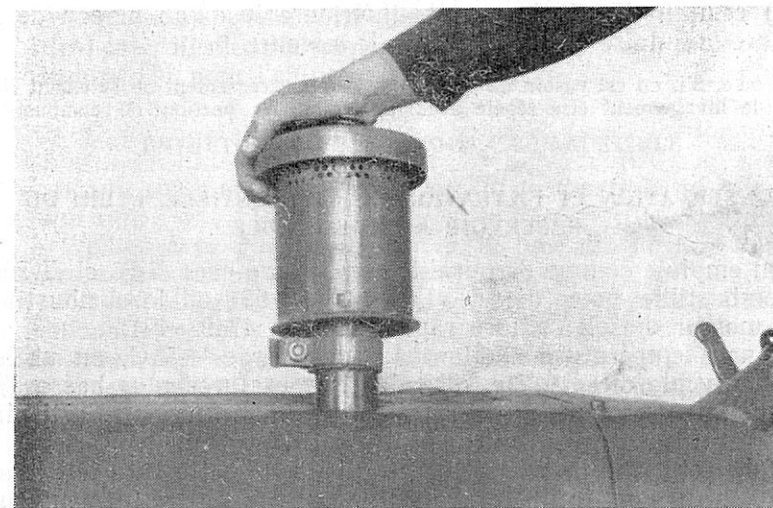

Fig. 34. Arrêt du moteur par la soupape d'arrêt d'urgence
3. Déposer, toutes les 240 heures de marche de moteur, le filtre à air sec, le secouer afin de nettoyer sa cavité intérieure et la laver au kérosène ou au combustible diesel. Il faut également vérifier périodiquement, au moins toutes les 240 heures de travail, l'épurateur d'air et l'étanchéité des joints du conduit d'admission. Pour cela, après s'être assuré, par examen visuel, que l'épurateur d'air, le collecteur d'admission et les joints n'ont pas de pièces endommagées, couper l'arrivée de l'air par la soupape d'arrêt d'urgence (fig. 34), le moteur tournant à une vitesse moyenne. Le moteur doit s'arrêter aussitôt. Si le moteur ne s'arrête pas, il est nécessaire de trouver et d'éliminer les défauts d'étanchéité.